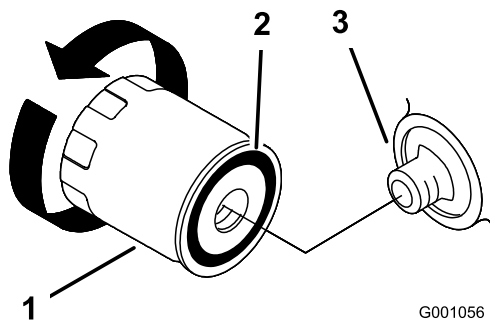

Figure 22
- Déposez le filtre à huile usagé et essuyez la surface du joint de l'adaptateur (Figure 22).
- Appliquez une fine couche d'huile neuve sur le joint en caoutchouc du filtre de rechange (Figure 22).
- Posez le filtre à huile de rechange sur l'adaptateur, tournez le filtre dans le sens horaire jusqu'à ce que le joint en caoutchouc rencontre l'adaptateur, puis serrez le filtre de 2/3 de tour à 1 tour supplémentaire (Figure 22).